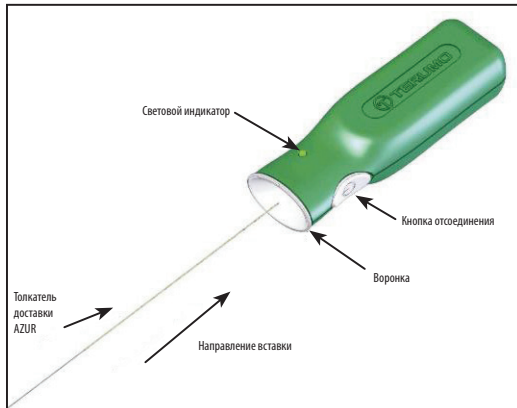

Рисунок 2. Контроллер отсоединения AZUR
- Перед использованием устройства отсоедините проксимальный конец толкателя доставки от упоровочного кольца. Будьте осторожны, чтобы избежать загрязнения этого конца толкателя доставки посторонними веществами, такими как кровь или контрастное вещество. Плотнo вставьте проксимальный конец толкателя доставки в секцию с воронкой контроллера отсоединения AZUR. См. рисунок 2. Не нажимайте кнопку отсоединения в это время.
33. Подсоедините проксимальный конец толкателя доставки к контроллеру отсоединения AZUR, надежно вставив проксимальный конец толкателя доставки в секцию с воронкой контроллера отсоединения AZUR. См. рисунок 2.